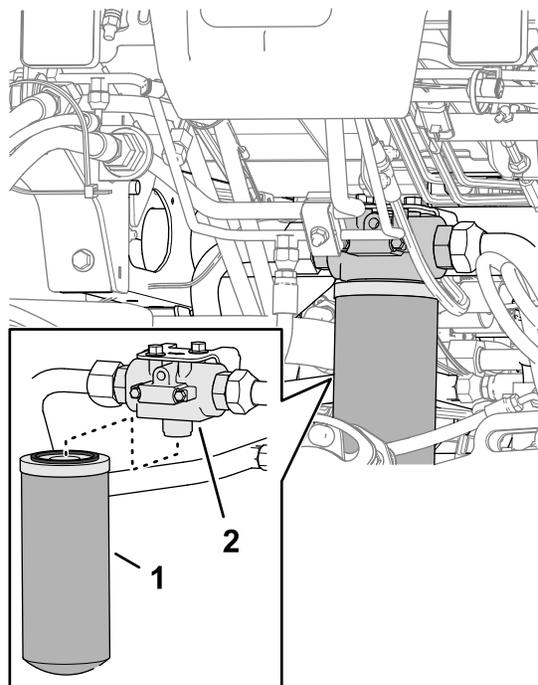

Figura 149
2. Nella parte anteriore della macchina, allineate una bacinella di spurgo sotto il filtro di ritorno (Figura 149).